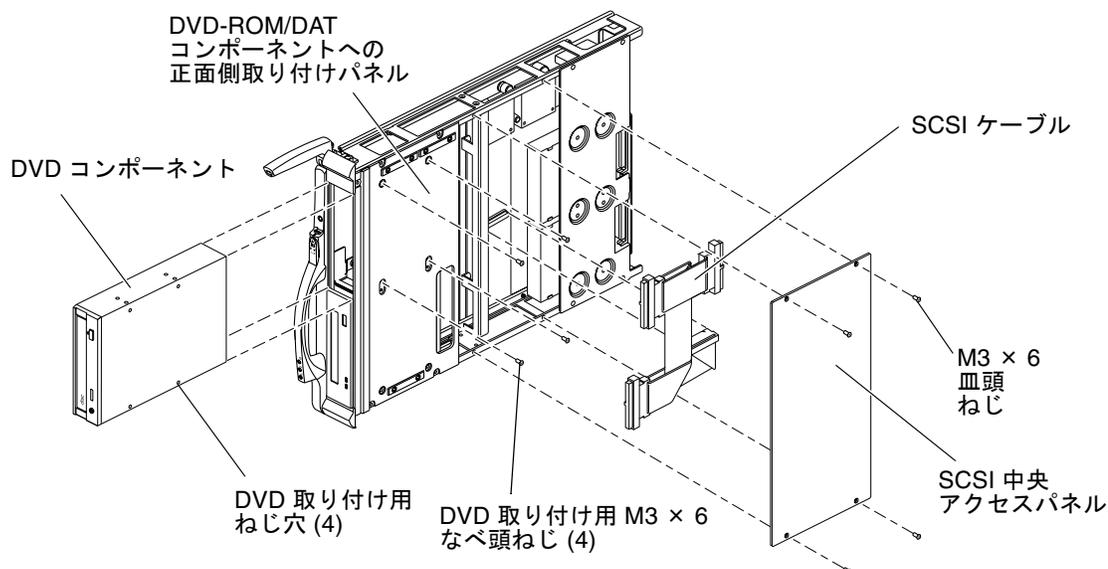

図 2-8 SC 周辺装置ボードからの DVD の取り外しおよびアクセスパネル — 分解図
6. SC 周辺装置ボードの内部 DVD コンポーネントにアクセスするには、図 2-8 に示すように、正面側の取り付けパネルから 4 本の M3×6 なべ頭ねじを取り外します。